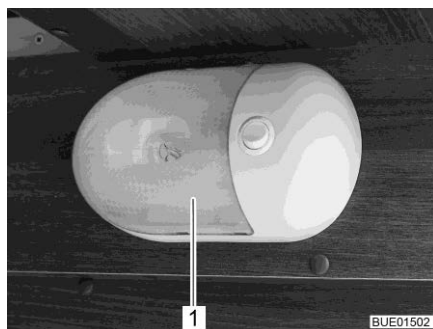

Fig. 298 Lampada a parete
- Comprimerne leggermente sui due lati la copertura trasparente (Fig. 298,1), staccarla appena dall'interruttore e tirarla in avanti.